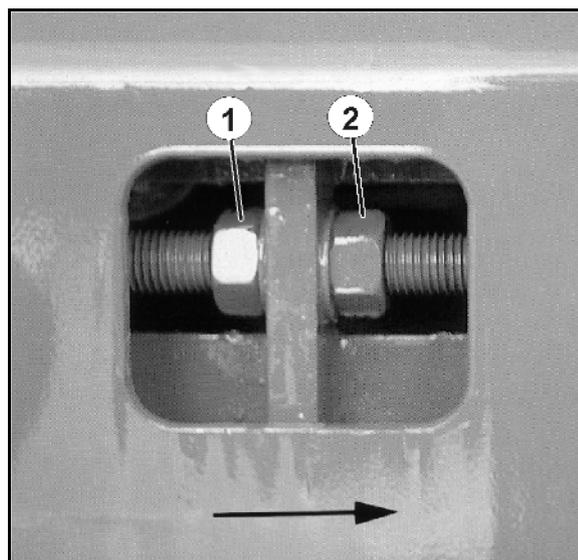

Рис. 113
1. Ослабьте задние контргайки (Рис. 113/1) в направлении движения (см. стрелку) с обеих сторон вращением влево.
2. Равномерно поворачивайте гайки (Рис. 113/2) в направлении движения (см. стрелку) с обеих сторон влево.
Регулировочный ход гаек (Рис. 113/2) должен быть одинаковым с обеих сторон основания ленточного транспортёра. Заворачивайте обе гайки (Рис. 113/2) не более чем на  $\frac{1}{2}$  оборота ключа. Затяните контргайки и проверьте, равномерен ли ход ленты транспортёра.